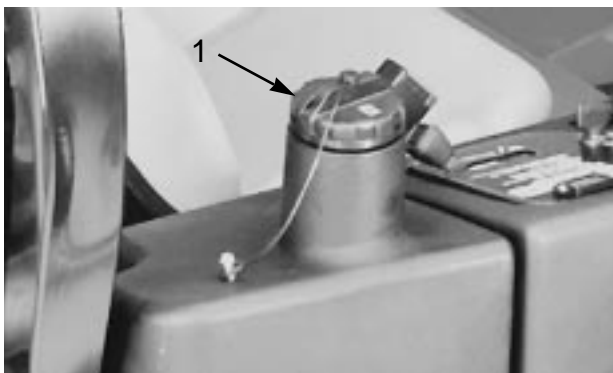

図 20
- 2 . 油圧オイルタンクの注油口周辺をきれいに拭き、キャップ (図 20) を外す。